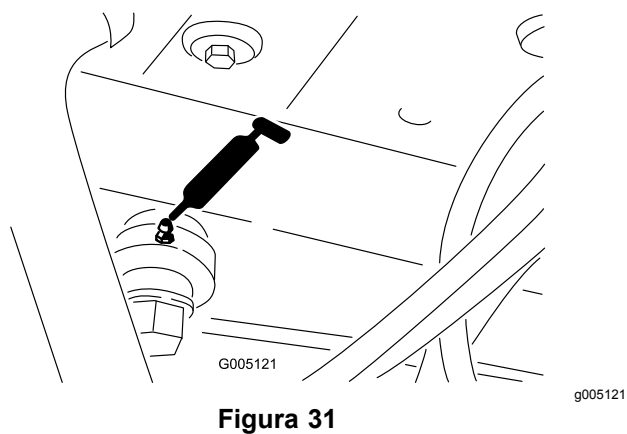

Figura 31
- Extremidade do cilindro da direção (Figura 31)